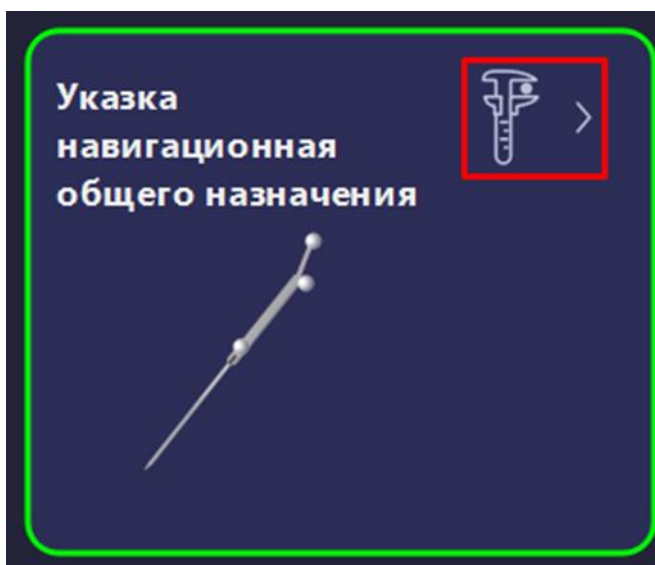

Рисунок 161 – Выбор режима проверки
1. Во вкладке «Выбор инструмента» в блоке указки навигационной общего назначения вызвать меню проверки с помощью длительного или двойного нажатия на синюю кнопку педали, либо с помощью нажатия на кнопку «Калибровка инструмента» (рисунок 161).